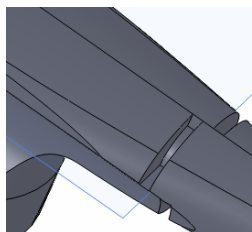

图 15-60 创建旋转切除特征
(14) 退出草图绘制环境，弹出【切除-旋转】属性管理器，设置【角度】为 90，单击【确定】按钮，即可创建旋转切除，如图 15-60 所示。